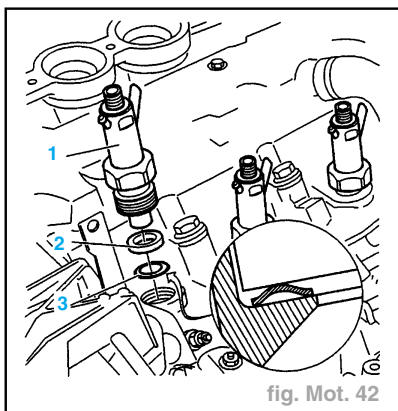

fig. Mot. 42
- Déposer (fig. Mot. 42) :
- les porte-injecteurs (1) en utilisant la douille 7007-T
- les rondelles d'étanchéité (2).
- les rondelles pare-flammes (3).